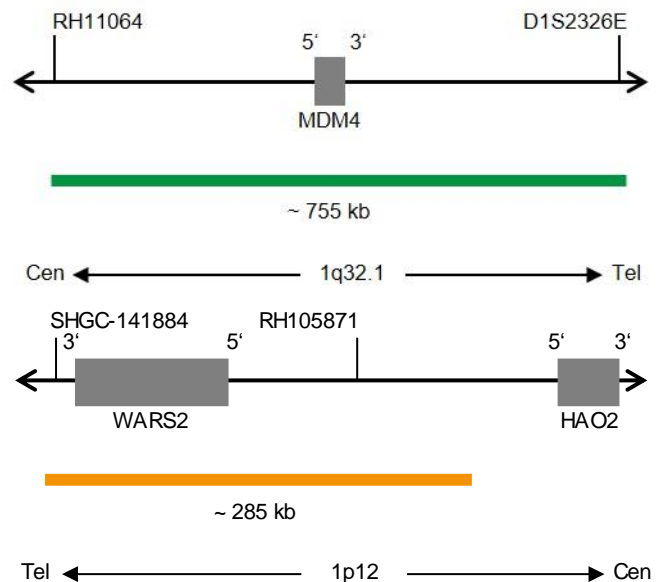

Fig. 1: Arriba: SPEC MDM4 Mapa de la sonda; abajo: SPEC 1p12 Mapa de la sonda (no está a escala)
- Polinucleótidos marcados en verde (excitación a 503 nm/emisión a 528 nm) ZyGreen (~10 ng/μl), dirigidos a secuencias localizadas en 1q32.1\* (chr1:204,126,022-204,882,307) que albergan la región del gen MDM4 (ver Fig. 1).
- Polinucleótidos marcados en naranja (excitación a 547 nm/emisión a 572 nm) ZyOrange (~4,5 ng/μl), dirigidos a secuencias localizadas en 1p12\* (chr1:119,537,102-119,823,147) (ver Fig. 1).